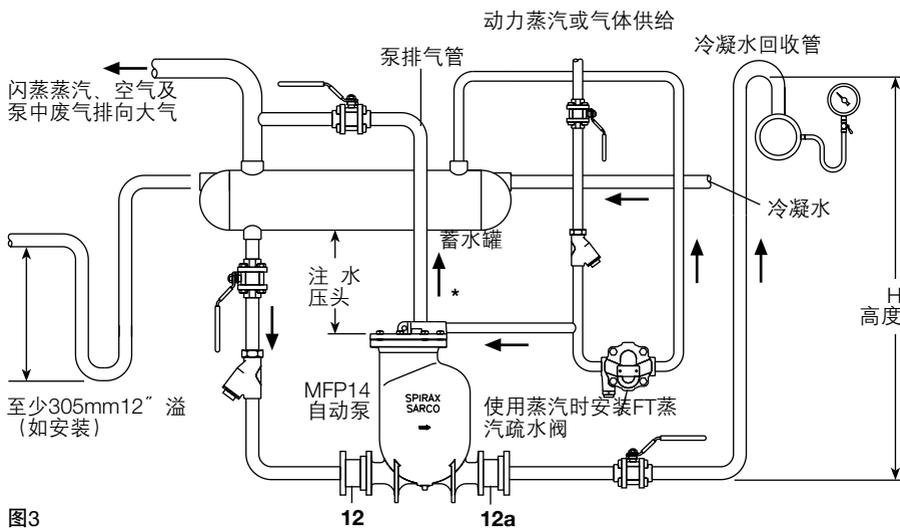

图3
- 1、泵安装于需排水设备的下方,并保持排气口垂直向上。安装时泵应保证所有建议的注水压头(泵顶部于蓄水槽底部间的垂直距离)。见图3。如注水压头变化,则需参考泵的容量表。
- 2、为防止在泵排水时设备溢水,在泵的上方应水平的安装一个通向大气的储水罐或储水管。见图3。参考表1和表2选择正确的储水罐尺寸。所有进口管必须为全通口径。
在注水压头上方,必须有足够的储水空间来接受冷凝水。储水罐可以是一根粗大的管子或水槽。通常应按图3安装溢流管并引至合适的排水沟。溢流管紧靠储水罐后,并且至少305mm的U型水封。